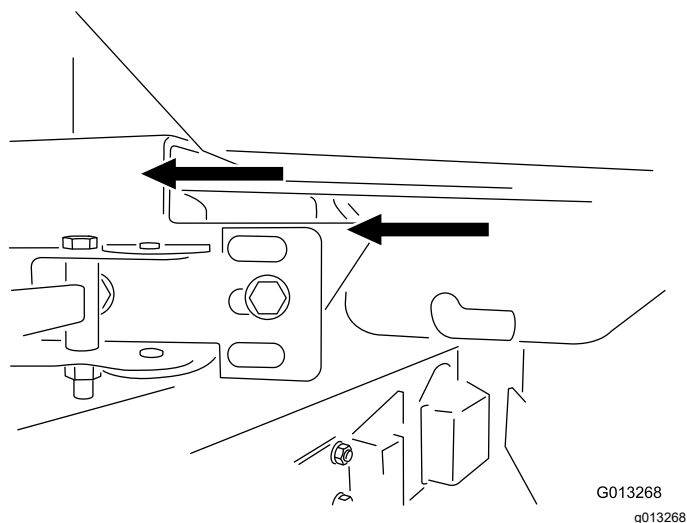

Bild 3
5. Lassen Sie das Förderband am Drehzapfen befestigt und heben den Drehzapfen mit Hilfe einer anderen Person in die richtige Stellung; fluchten Sie die Stellen der Kunststofflager mit den Pfeilen der Befestigungshalterungen aus (Bild 3).